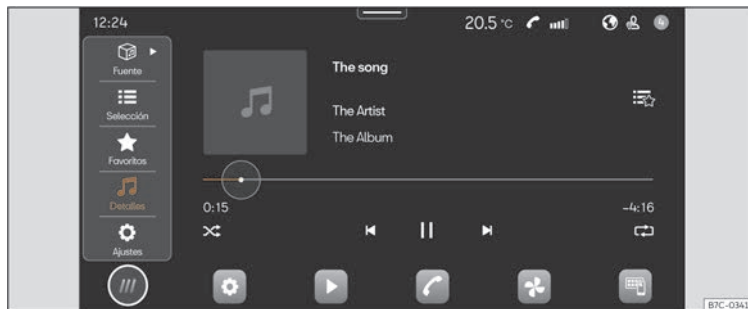

Fig. 157 Representación esquemática: Vista Multimedia.
- Pulse **HOME** > ► >>> **fig. 157**.